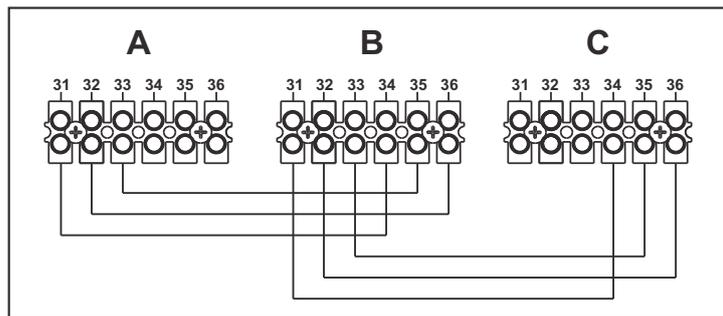

fig. 55 - Montage en cascade
1. Relier les modules comme le montre la fig. 55 (**exemple avec 3 modules**)
Si cela ne se produit pas, couper l'alimentation électrique et contrôler le câblage fig. 55.